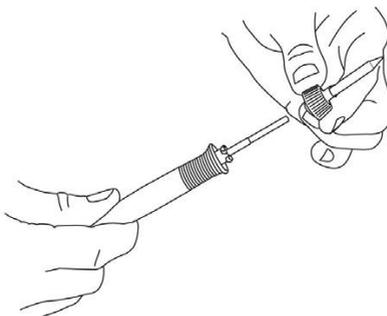

Abb. 25: Lötspitze abnehmen
- c) Die Reset-Taste [12] (siehe Abb. 25) auf der Unterseite mit einem geeigneten Gegenstand (z.B. Büroklammer) gedrückt halten. Keinen spitzen Gegenstand verwenden.